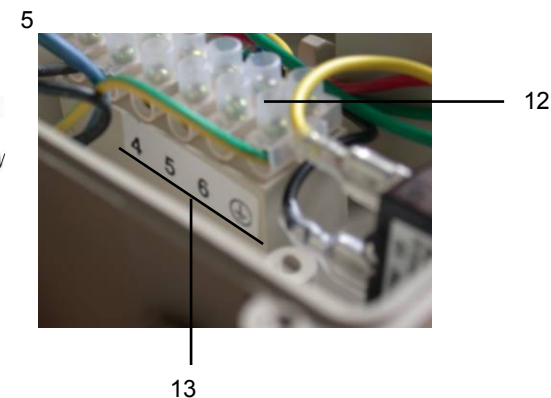

Рис.2
В ПЗУ (7) имеется гермоввод (11) для ввода кабеля (не комплектуется), подключенного к насосу (1). Внутри корпуса ПЗУ (7), Рис.1, имеется клеммная колодка (12), Рис.2, для подключения проводов кабеля (не комплектуется) с обозначениями (13), соответствующими схеме 1.